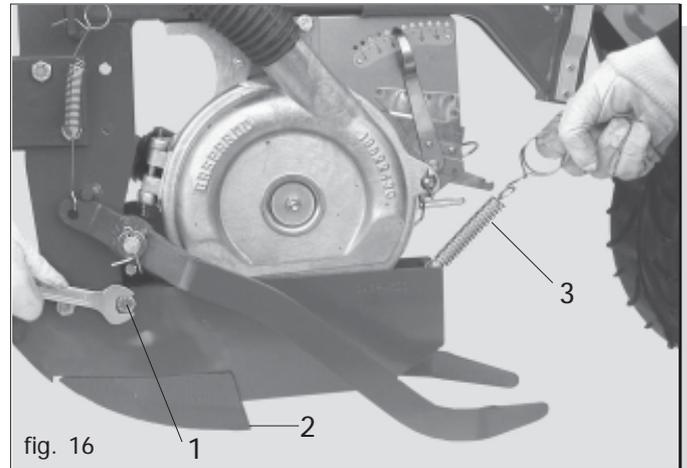

fig. 16
- 2) Falls montiert, die rück-schlagverhindernden Schrauben (4 Abb. 16) entfernen;
- 3) Den Säscharenreisser (2 Abb. 16) durch Entfernung der Feder aushaken (3);